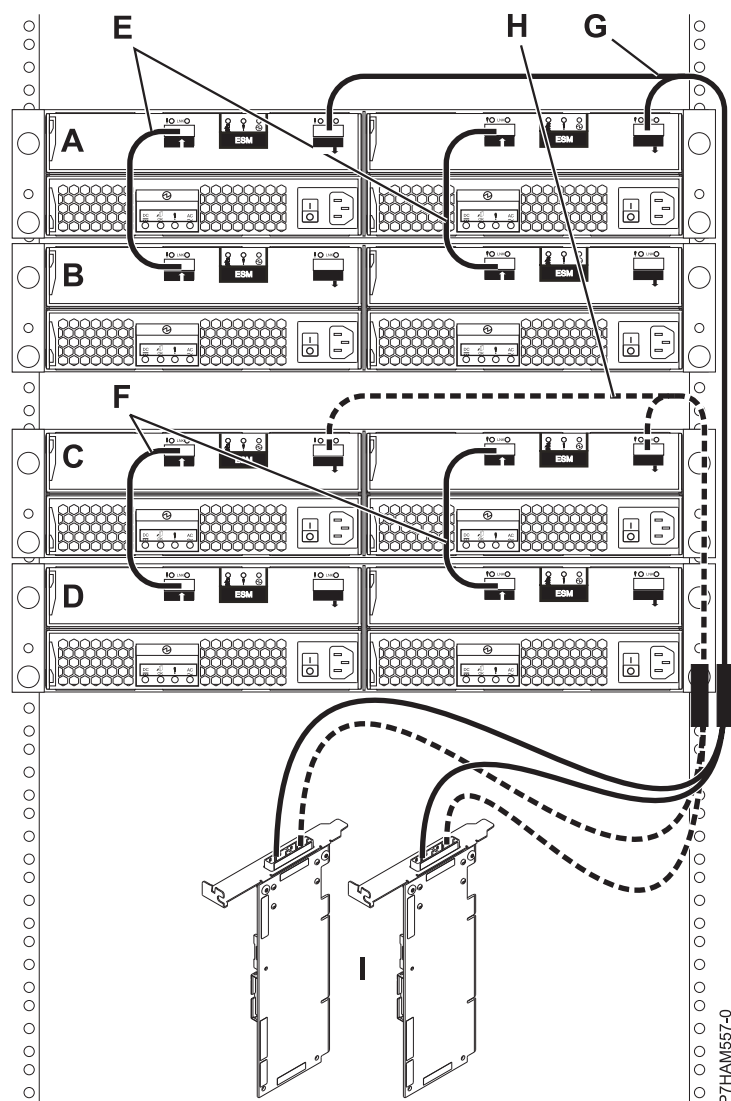

図 31. X ケーブルを使用した 1 対の SAS アダプター・ペアへの 2 台の 5886 ディスク・ドライブ・エンクロージャーの接続 (それぞれのエンクロージャーは 2 本の EE ケーブルを使用してもう 1 台の 5886 ディスク・ドライブ・エンクロージャーに接続できる)
7. 79 ページの図 31 に示すように、X ケーブル (G および H) を使用した 1 対の SAS アダプター・ペア (I) への 2 台の 5886 ディスク・ドライブ・エンクロージャー (A および C) の接続を行い、それぞれのエンクロージャーが EE ケーブル (E および F) を使用してもう 1 台の 5886 ディスク・ドライブ・エンクロージャー (B および D) に接続できるようにします。